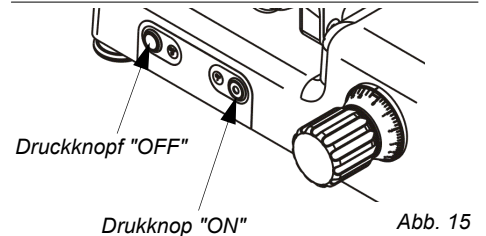

Abb. 15
- Einschaltdruckknopf "ON" und Ausschaltdruckknopf "OFF" Abb. 15 drücken;